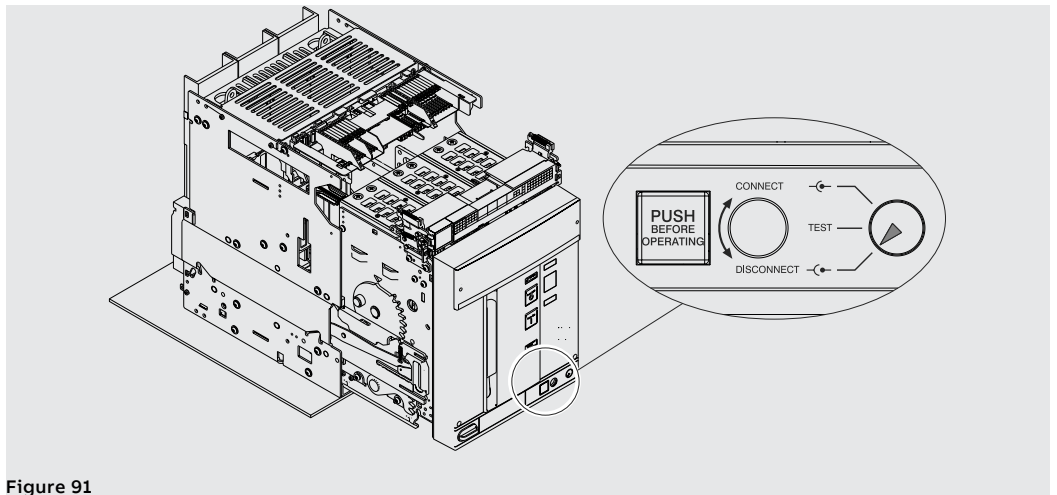

Figure 91
6. Vérifier que l'indicateur signale la position **DISCONNECT**. Voir Figure 91.